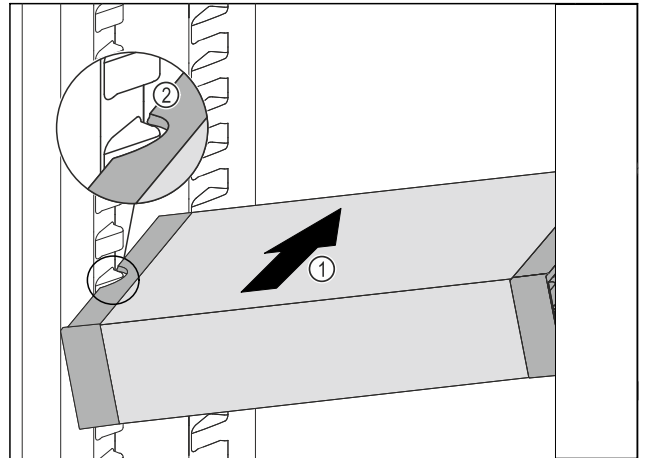

Fig. 115
- ▶ VarioSafe schräg in das Kühlteil einschieben Fig. 115 (1), bis sich die seitlichen Aussparungen Fig. 115 (2) des VarioSafes auf Höhe der Behälterrippe im Kühlteil befinden.